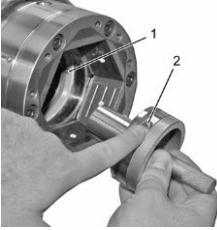

Fig. 15
5. Insérez le centrage d'adaptateur de mors [Fig. 16/2] dans le moyen de serrage [Fig. 16/1]. Veillez à ce que le pion [Fig. 15/2] sur le côté du centrage de l'adaptateur soit aligné avec la rainure dans le support de butée du mandrin et qu'elle s'enclenche dedans.